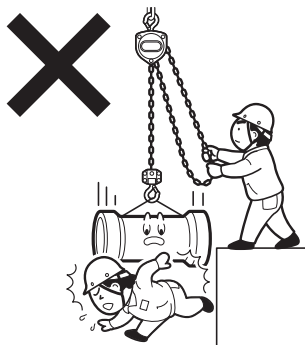

図4
(7) つり荷の下や、つり荷の動く範囲に入らないでください。また人の頭上を越えて荷を運搬しないでください。図4